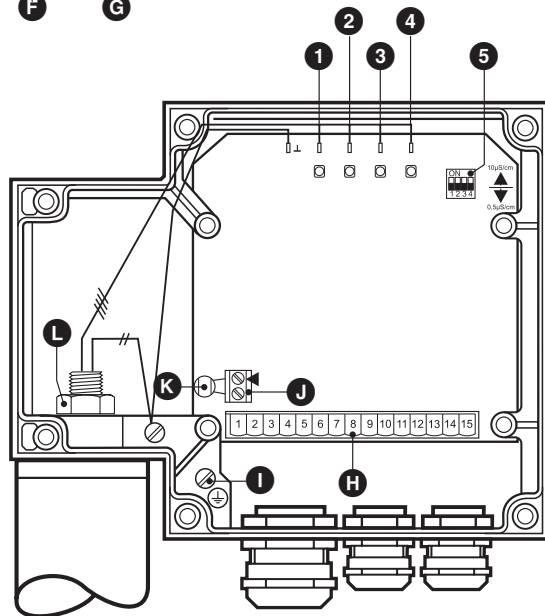

Fig. 6
3. Bout **L** met steeksleutel 17 losdraaien. Niet afschroeven! **Fig. 6**